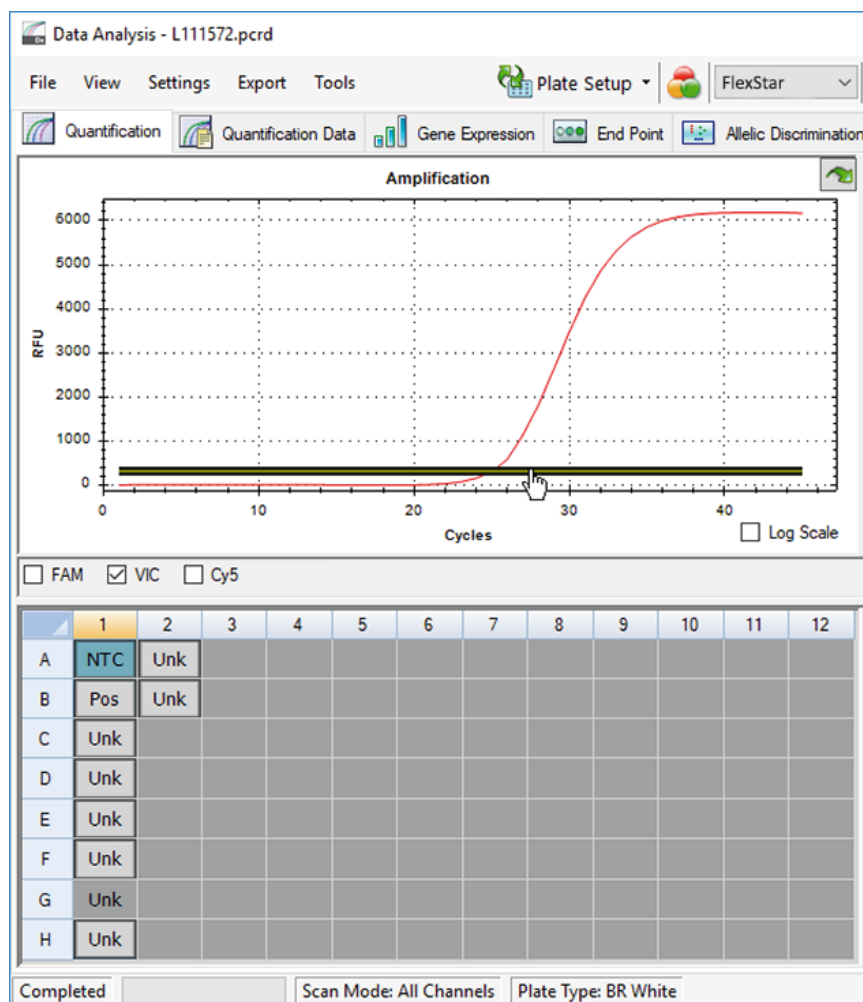

Figura 9: Ejemplo de ventana Data Analysis (análisis de datos): configuración del umbral VIC™
2. En la parte izquierda de la ventana Data Analysis (análisis de datos), marque únicamente la casilla de verificación **VIC™** para el canal de detección del IC (consulte la figura 9).
3. Seleccione únicamente el pocillo de NTC en la vista de placa de la ventana Data Analysis (análisis de datos) (consulte la figura 9).
4. Arrastre el umbral hasta el área exponencial de la señal de NTC (consulte la figura 9).